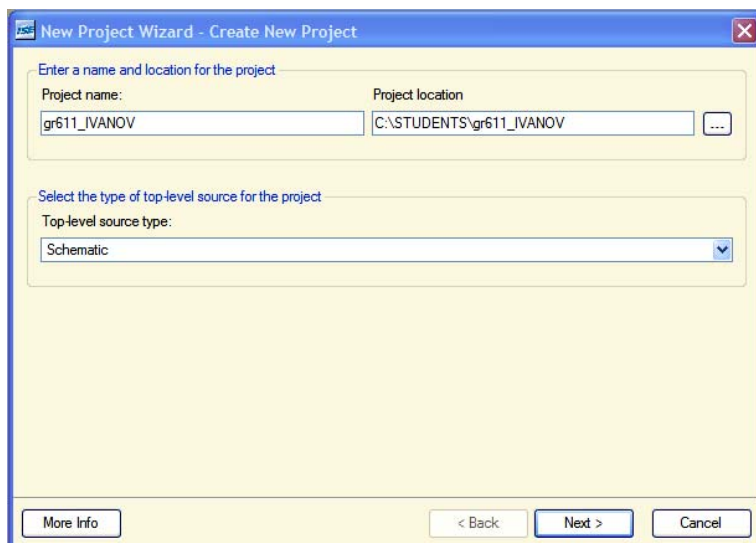

Рис. 4. Окно выбора имени проекта, места расположения на диске и типа исходного модуля
2. В появившемся окне (рис. 4) в поле *Project Name* дать имя создаваемому проекту, например, *gr611_IVANOV*, а в поле *Project Location* выбрать место на диске (латинским шрифтом). Имя проекта автоматически определяет название рабочего каталога проекта.